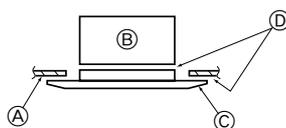

Fig. 8-7
8.3.3. Fissaggio della griglia (Fig. 8-7)